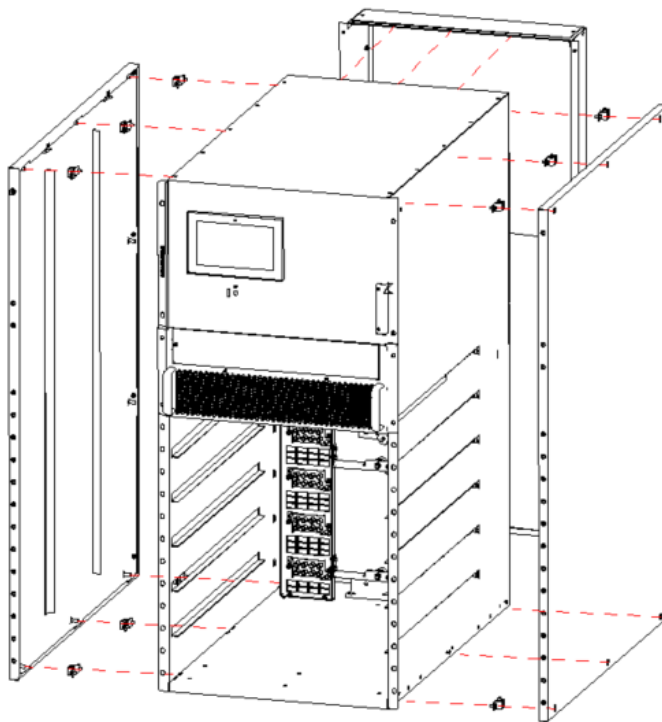

Рисунок 3-7. Схема монтажа
2. Снять боковые стенки ИБП, нижнюю раму под ввод проводов и ее комплектующие, как показано на рис. 3-7.